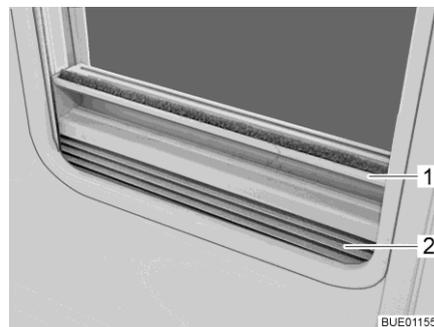

Fig. 37 Estor plegable
- Cerrar:** ■ Sujetar el estor plegable (Fig. 37,2) por el centro del agarradero (Fig. 37,1), tirar de abajo a arriba y soltarla a la altura deseada. El estor plegable se queda fijo a esta altura.